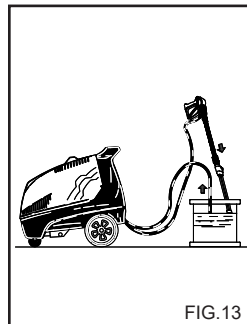

FIG. 13
**METHODE VOOR HET GEBRUIK VAN ANTIVRIESMIDDEL (fig. 13)**